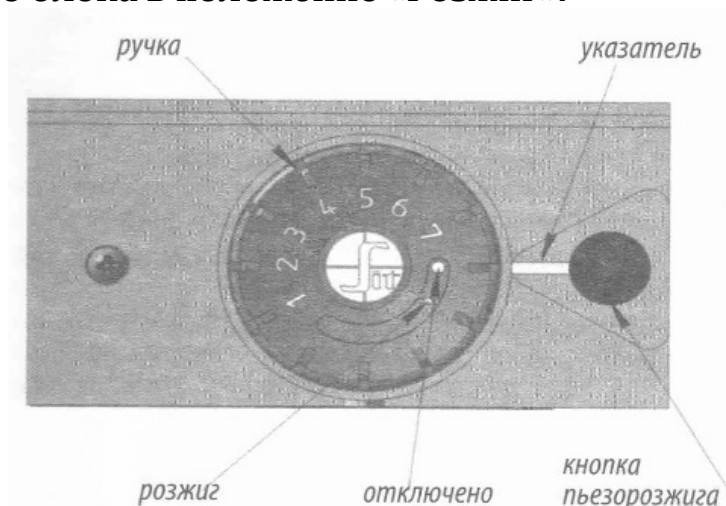

Рис. 7. Элементы управления КОГВ «STRATTOS» 7,5-17 кВт.
8.2.1. Установить ручку газового блока в положение «Отключено» (см. рис.7).
8.2.8. **ВНИМАНИЕ!** Для повторного розжига котла необходимо установить ручку в положение «Отключено» (см. рис.7), после чего повернуть ручку газового блока в положение «Розжиг».